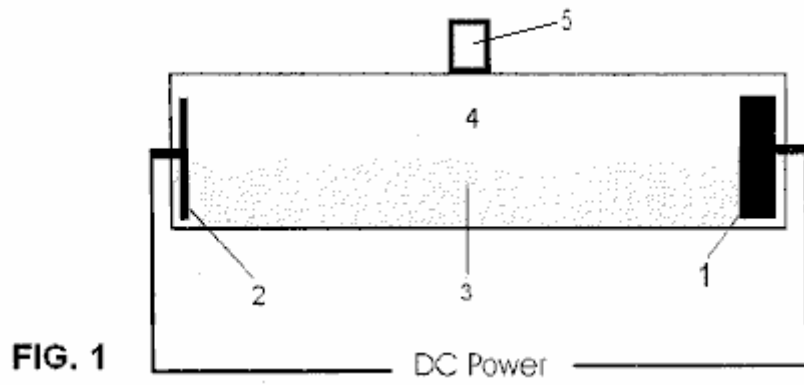

FIG. 1
Fig.1 illustre une vue schématique d'une chambre de réaction préférée pour l'invention.
En se référant maintenant à la **Fig.1**, une vue schématique d'une chambre de réaction est illustrée. Cathode (1) et l'anode (2) sont opposées en configuration, de préférence plus d'un pouce d'intervalle et le plus de préférence huit à seize pouces. Dans le procédé de l'invention, un courant est passé à travers un fluide aqueux (3) et le flux de courant à travers l'électrolyte crée un champ magnétique. L'électricité est pulsée, qui fractionne le champ magnétique à chaque impulsion de l'électricité. On obtient ainsi le gaz à un débit très efficace dans le domaine
de la solution entre les électrodes, comme indiqué par **4** dans la **Fig.1**. Le gaz produit peut être recueilli à partir de la zone de réaction par la sortie de gaz (**5**) et soumis à une purification supplémentaire comme décrit plus loin.